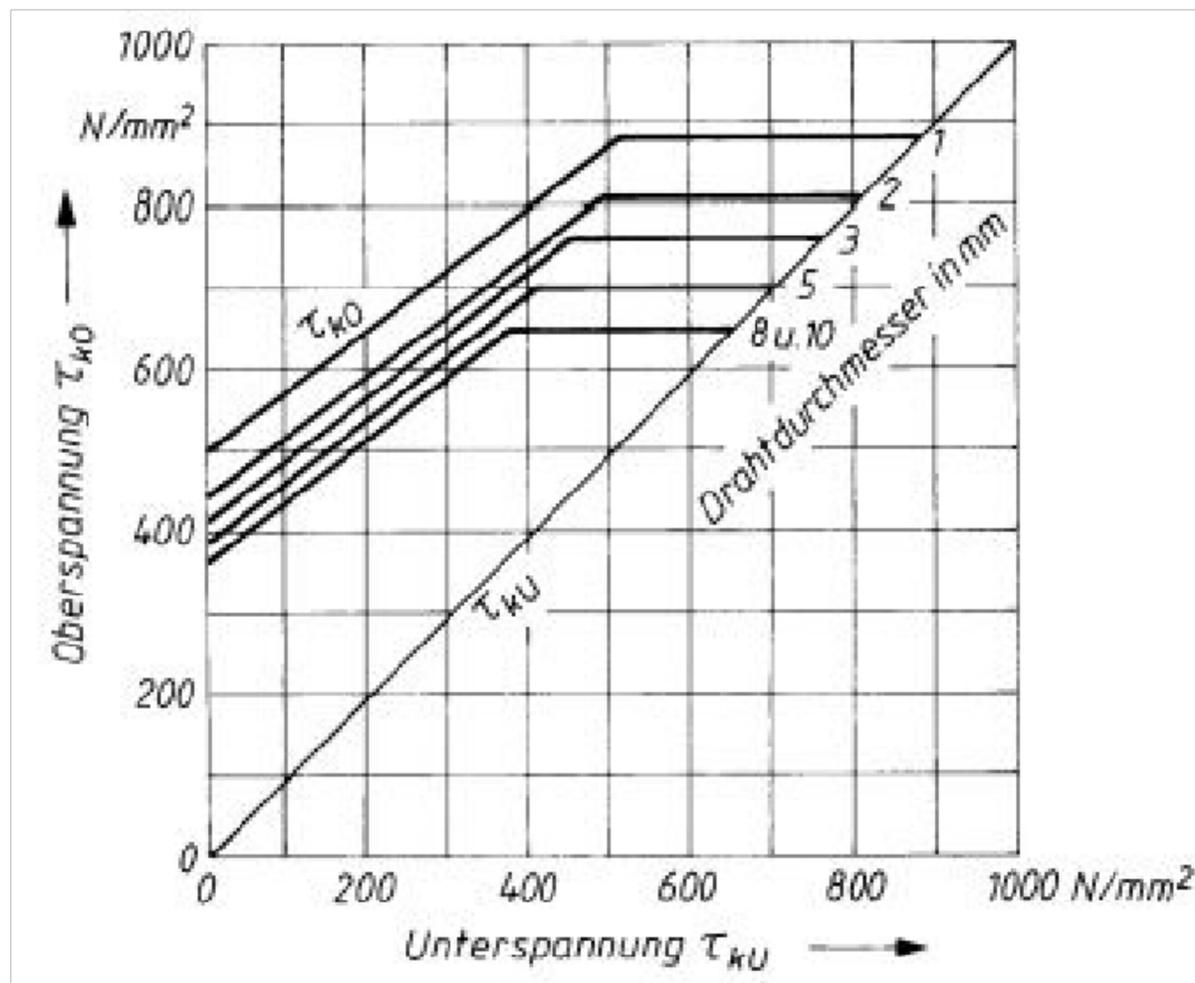

Abbildung 3.3: Dauerfestigkeitsschaubild für Schraubendruckfedern
e) **Sicher gegen Dauerbruch? (2,5 Punkte)** Überprüfen Sie, ob die Feder dauerfest ist. Ermitteln Sie dafür die zulässige Hubspannung und verwenden Sie gegebenes Diagramm, siehe Abbildung 3.3.